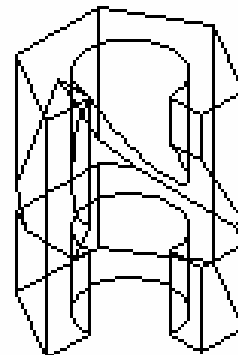

Рис. 5.51
b) на запрос выбора тел, **которые** будут вычитаться (Select solids and regions to subtract), прицелом щёлкнуть четырехгранную призму, полученную выдавливанием, **Enter** – рис. 5.51.